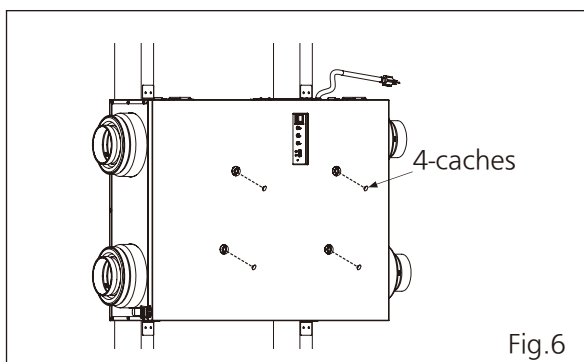

Fig.6
5. Installez les caches dans les trous sur le couvercle. (Fig.6)